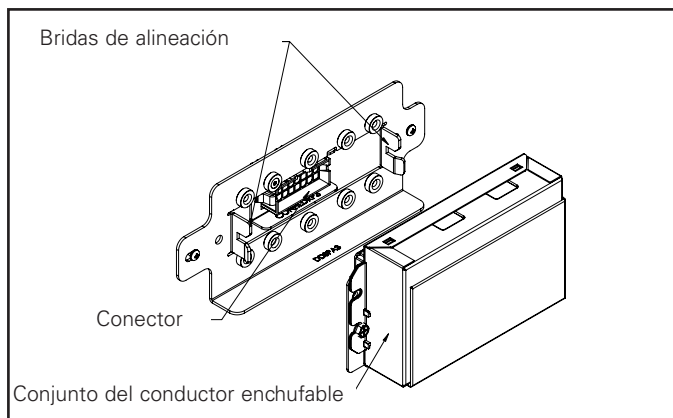

Figura 25
8. Sujete y tire del conjunto de la caja del controlador enchufable hasta que se desconecte (Figura 25).
11. Alinee el conjunto de la caja de conexiones con las bridas de alineación y el conector de la caja de conexiones y empújelo suavemente hasta el final hasta que el conector encaje (Figura 25).